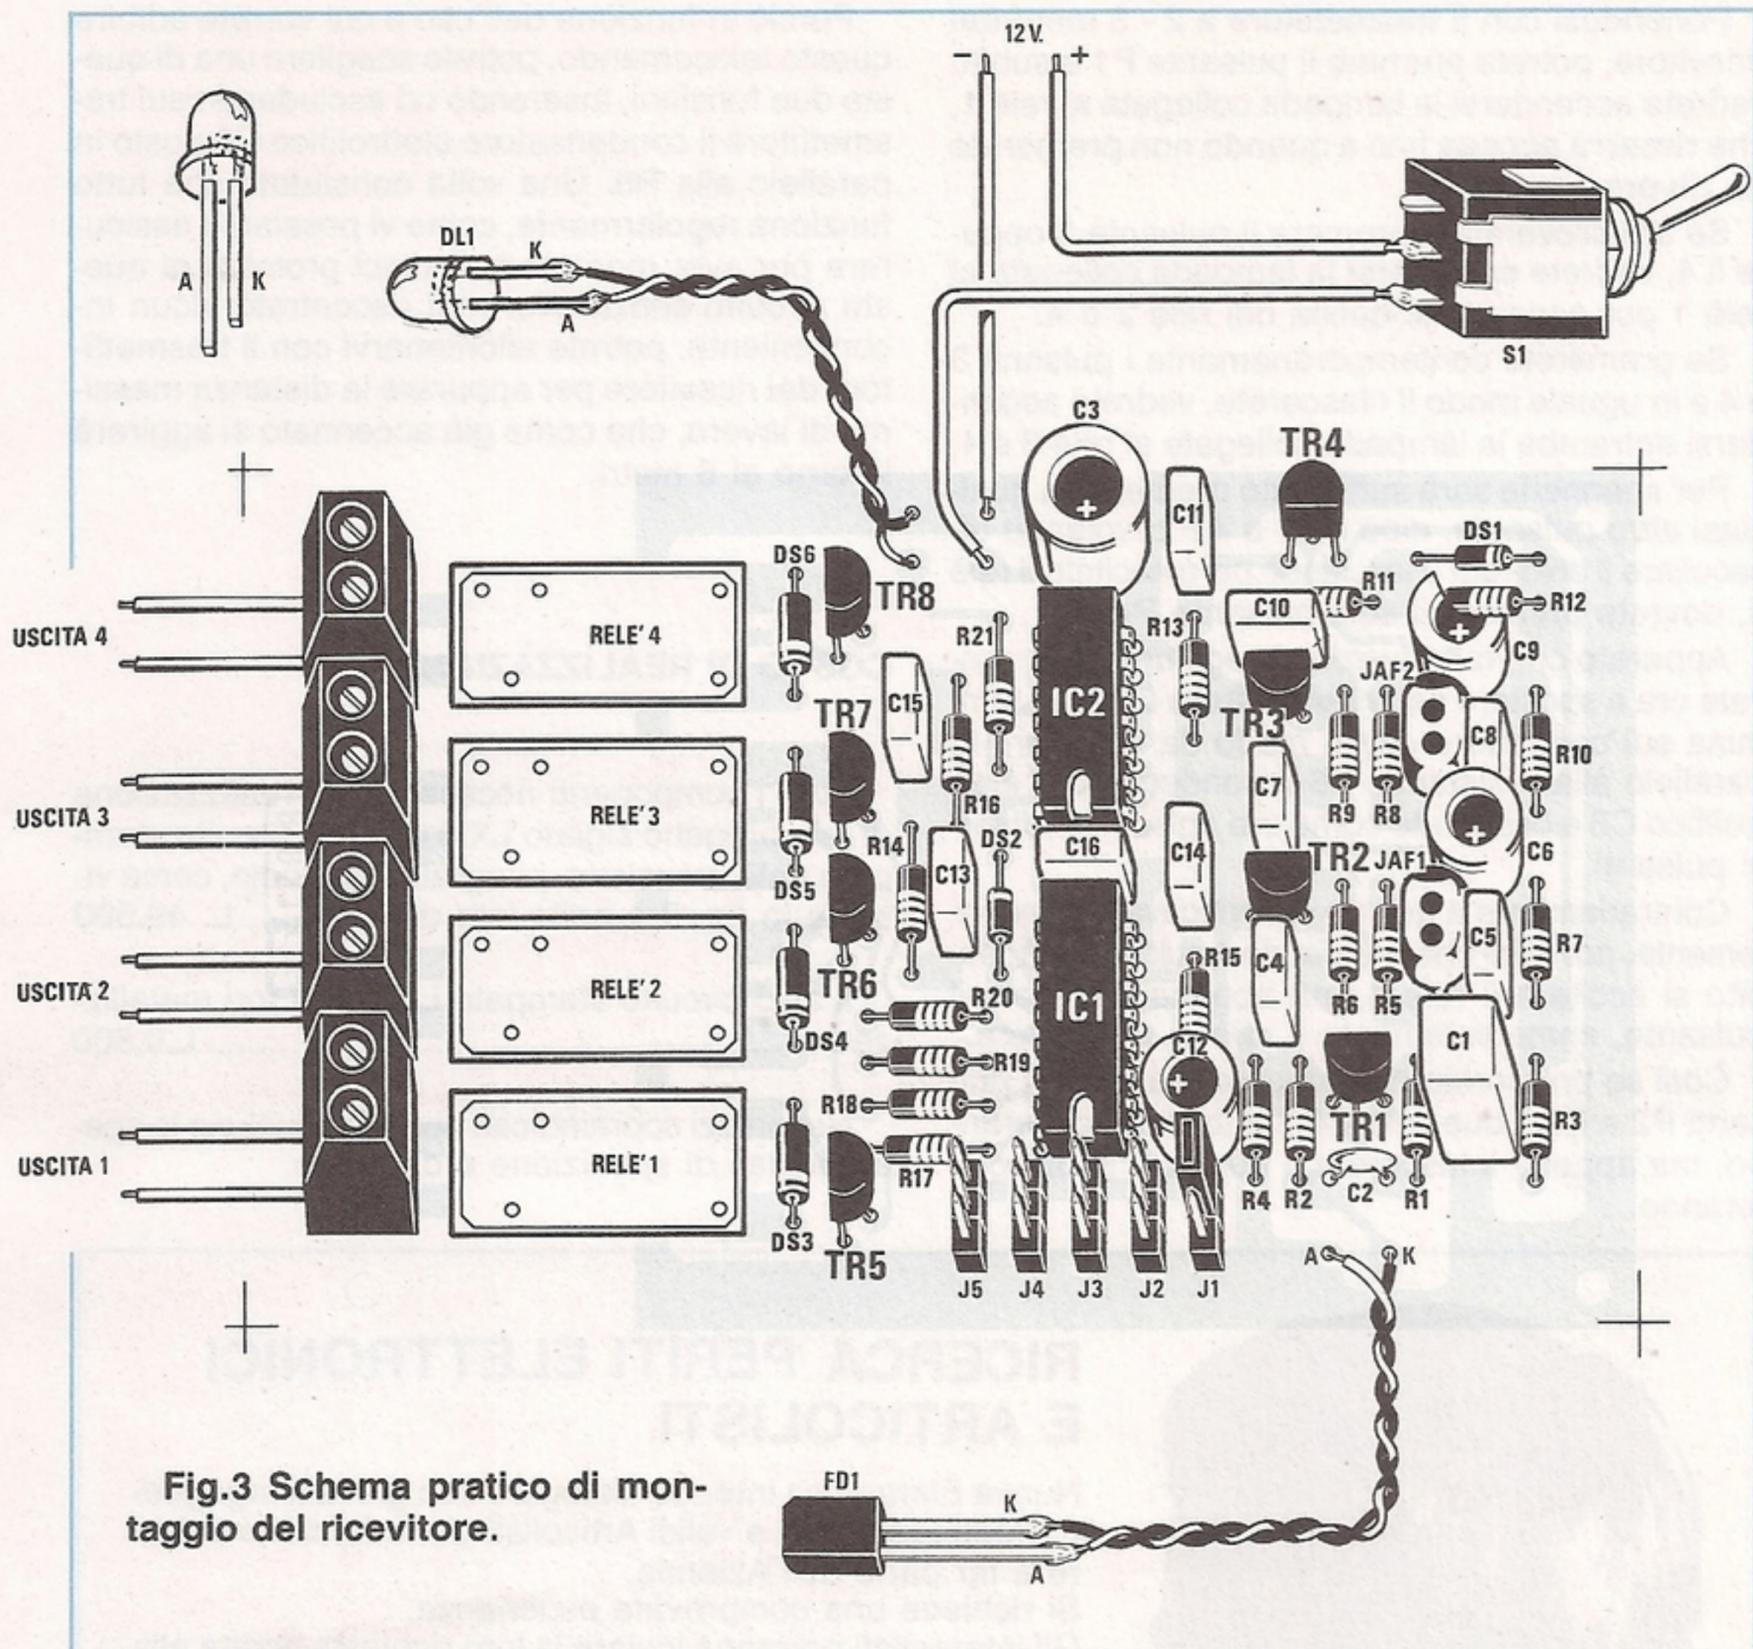

Fig.3 Schema pratico di montaggio del ricevitore.
Nella fig. 3 potete vedere come abbiamo disposto su tale circuito tutti i componenti richiesti, che dovrete montare seguendo un preciso ordine cronologico.
Vi consigliamo di inserire dapprima i due zoccoli per gli integrati, poi, dopo averne saldati tutti i piedini, tutte le resistenze nella posizione riportata in fig. 3.
Nello schema pratico di fig. 3, per i diodi DS1 e DS2 troverete, contrariamente a quanto poc'anzi accennato, una riga **bianca**, per il semplice motivo che questi diodi possono risultare con corpo plastico (in questo caso la riga risulterà bianca) oppure in vetro (in questo caso la riga risulterà nera). Per meglio evidenziarli sullo schema pratico abbiamo preferito evidenziarli con la riga bianca.
A questo punto potrete saldare i cinque connettori maschio da J1 a J5 necessari per impostare la chiave di decodifica, infine tutti i transistor, collocandoli in funzione della loro sigla nel posto esatto e rivolgendo la parte piatta del loro corpo come visibile nello schema pratico di fig. 3.
Ricordatevi comunque che il terminale K andrà sempre collegato in modo che si trovi, guardando lo schema pratico di fig. 3, sul lato destro (vedi filo nero), mentre il terminale A sul lato sinistro, cioè verso il connettore J1.
Tutti i componenti necessari alla realizzazione di tale progetto siglato LX.818, cioè circuito stampato, relè, transistor, integrati, fotodiodo, come visibile in fig. 3 e nella foto di testa ..... L. 49.500
**Fig. 3** In questo disegno riportiamo le connessioni dei terminali come normalmente risultano disposti nei vari contenitori. In nero, con le lettere A-G-K abbiamo indicato i terminali degli SCR, mentre in colore blu, con le lettere A1-G-A2, quelli relative ai Triac.
Normalmente in tutti gli schemi elettrici viene sempre indicata la disposizione di questi tre terminali **G-A-K** perchè, in funzione del loro contenitore (vedi fig. 3), possono assumere posizioni diverse.